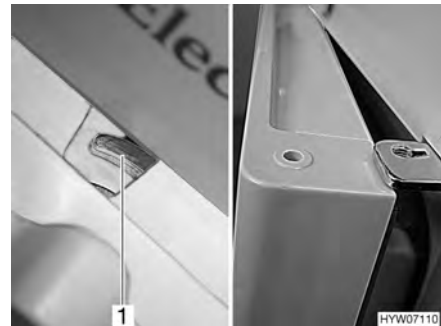

Bild 145 Kylskåpsdörr i ventilationsläge (Dometic 7-serie)
- Fäll låsanordningen helt åt höger. Kylskåpsdörrens läge låses av dörrspärren (Bild 145,1). Därvid stannar kylskåpsdörren i öppet läge (Bild 145).